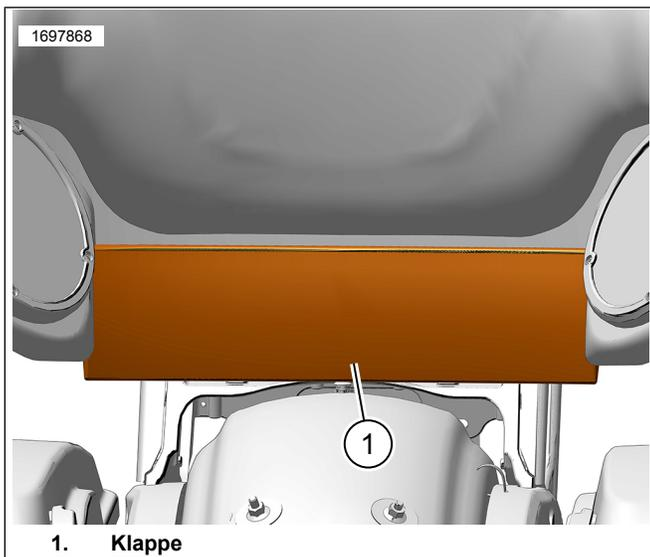

Abbildung 9. Klappe
- Siehe Abbildung 9. Die Klappe (1) anheben, um Zugang zum Befestigungsbereich zu erhalten.